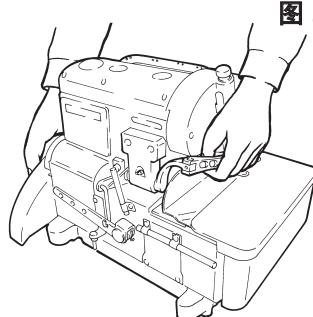

图 . 3
② 搬运
2. 搬运机头时要用右手抓住手轮，左手抓住压脚臂，请必须抓紧（图 3）。